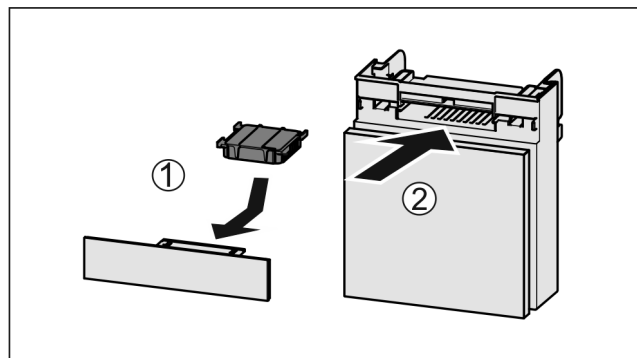

Fig. 124
- Actievekoolfilter overeenkomstig afbeelding aanbrengen Fig. 124 (1).
- Lade erin schuiven Fig. 124 (2).